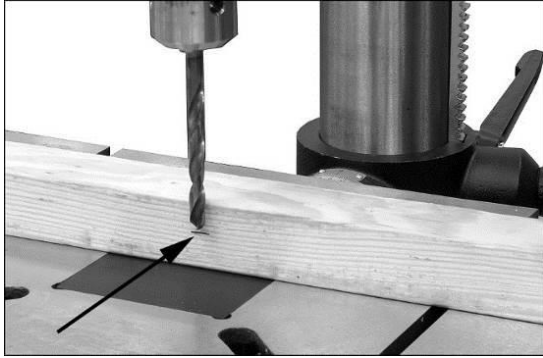

Fig 21
Tourner le levier d'avancement (D) jusqu'à la marque (Fig 21).